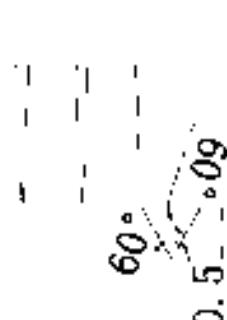

图 10-175 绘制截面
23) 单击“绘图”工具栏中的“直线”按钮 ，在图形中绘制截面图，单击“绘图”工具栏中的“面域”按钮 ，将其创建成面域，结果如图 10-175 所示。